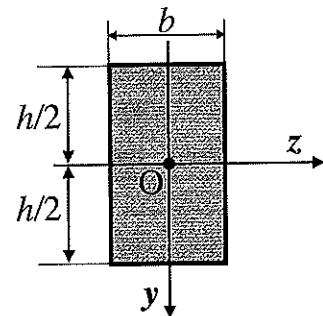

図3
- (1) 支点A, Bからはりが受ける支持反力を図示し、それらの大きさを求めよ。
- (2) せん断力図(SFD)および曲げモーメント図(BMD)を描け。それぞれの図には、せん断力と曲げモーメントの最大値・最小値とそれらが発生する位置を明示すること。
- (3) 点Cと点Dにおけるたわみを求めよ。
- (4) はりの断面が図3のような長方形断面であるとき、点Cの位置の断面における最大曲げ応力 $\sigma_{c\max}$ を求めよ。